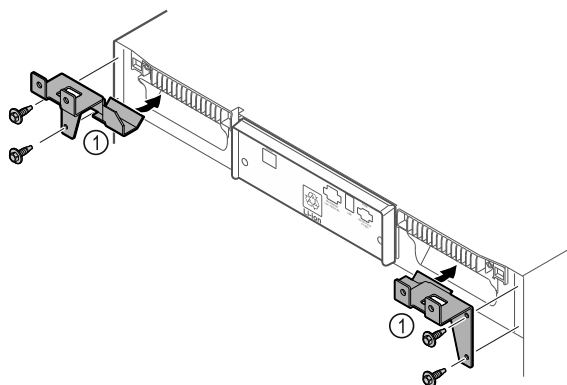

Fig. 10
- Szerelje fel a tartóelemeket Fig. 10 (1) a készülékre az önmetsző csavarokkal.